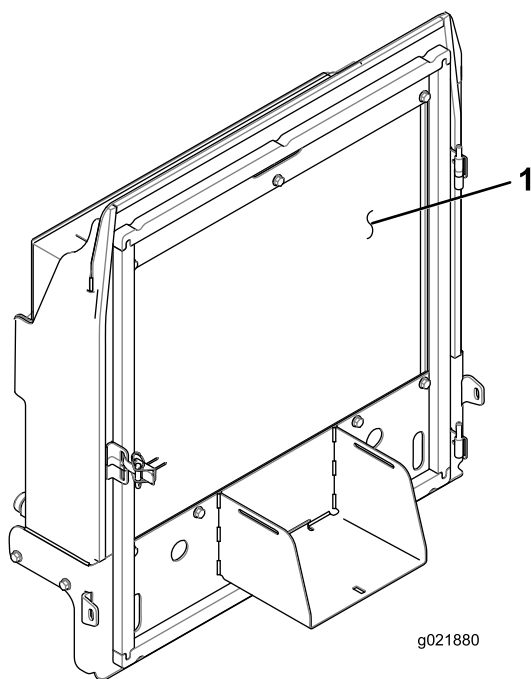

Figura 92
4. Limpie a fondo ambos lados del radiador/del enfriador de aceite con aire comprimido (Figura 92).